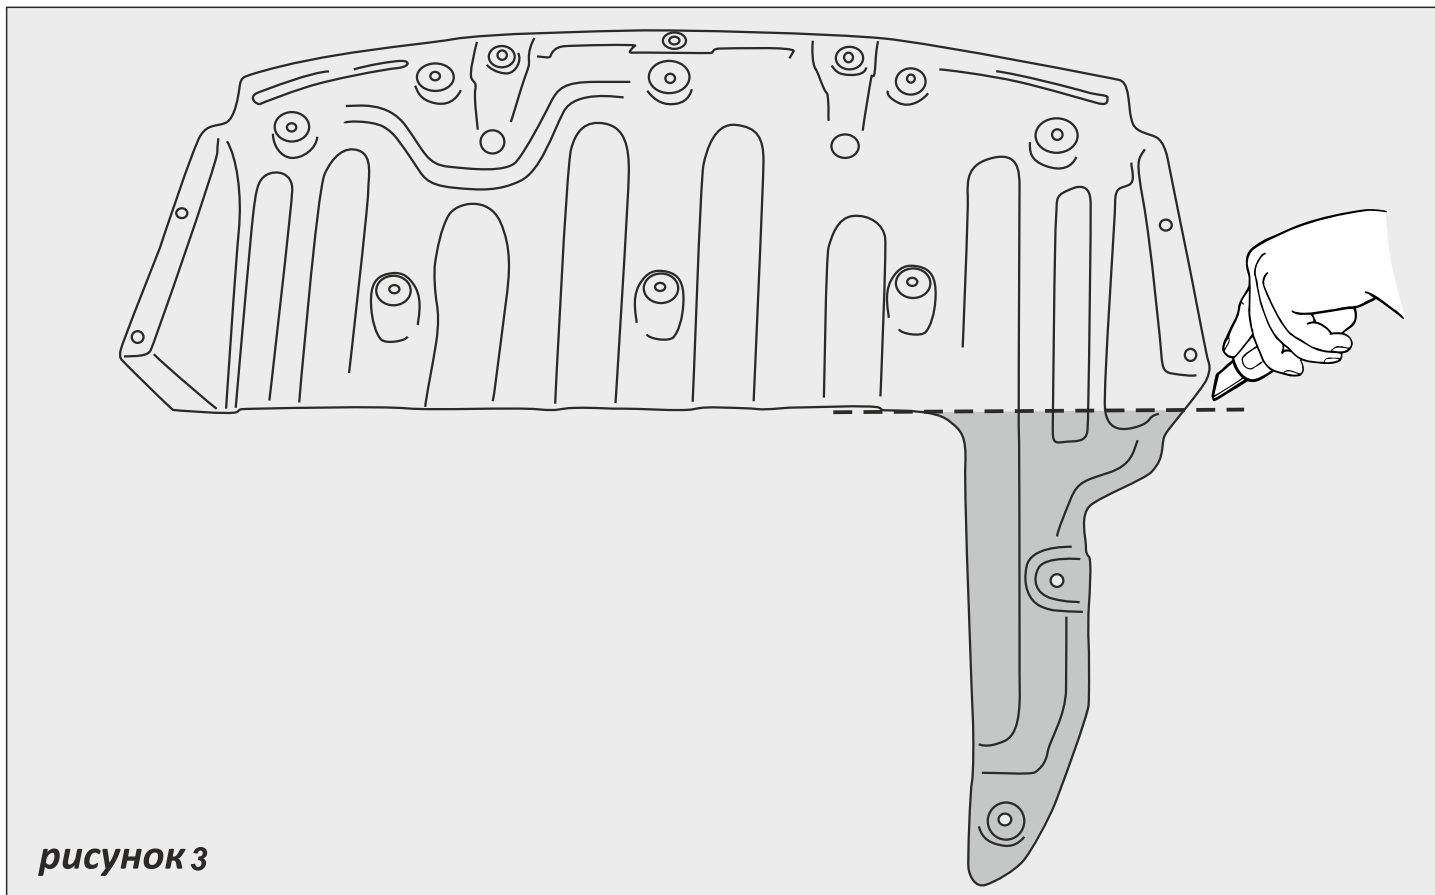

рисунок 3
3. Отрезать часть штатного пыльника - **рисунок 3**.